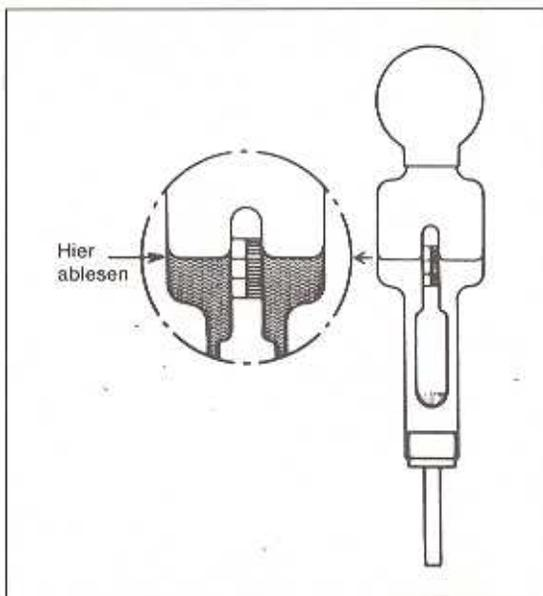

Bild 280
- Mit dem Aerometer den Ladezustand der Batterie feststellen (Bild 280).